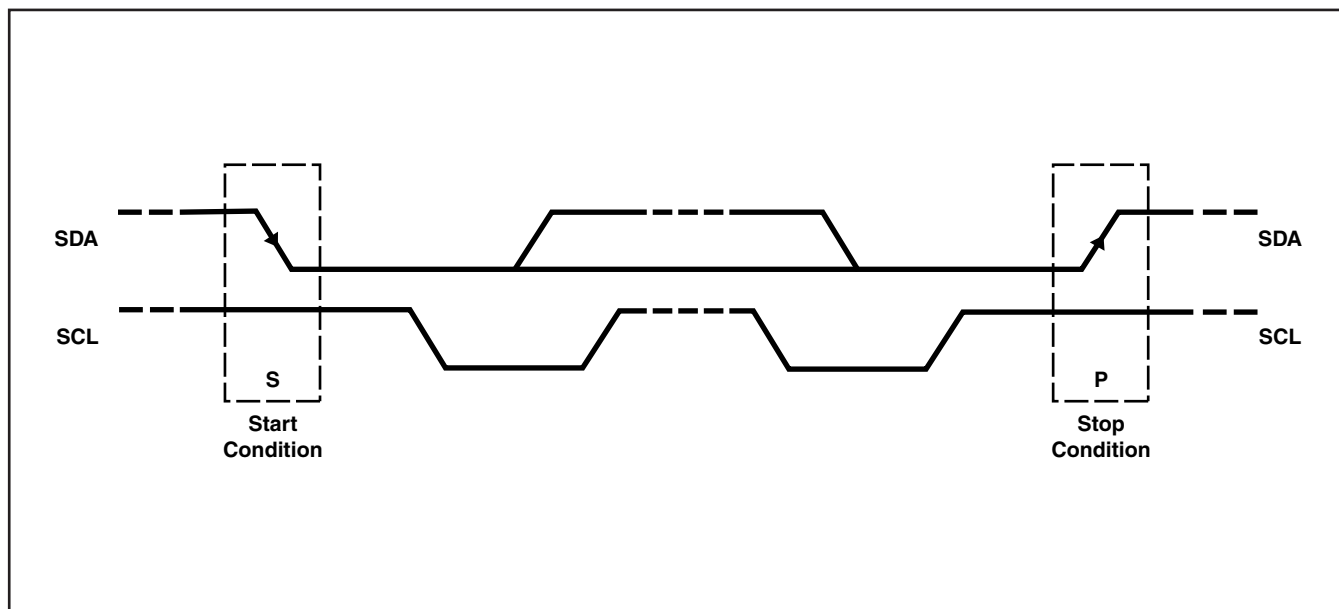

図 16. I²C スタートおよびストップ条件
基本的な I²C スタートおよびストップのアクセスサイクルを図 16 に示します。
- マスターがスタート条件を生成してデータ転送を始めます。スタート条件は図 16 に示すように、SCL がハイのときに SDA ラインでハイからローへの遷移が発生する場合です。すべての I²C 互換のデバイスがスタート条件を認識します。
- データ転送の終了を知らせるために、マスターはストップ条件を生成します。これは SCL ラインがハイのときに、SDA ラインをローからハイに吊り上げて行います (図 16 参照)。こうしてバスを開放し、アドレス指定したスレーブとのコミュニケーション・リンクを停止します。すべての I²C 互換のデバイスが、ストップ条件を認識する必要があります。ストップ条件の受け取りにより、すべてのデバイスがバスの開放を知り、スタート条件を待ち、さらにアドレスの一致が続きます。